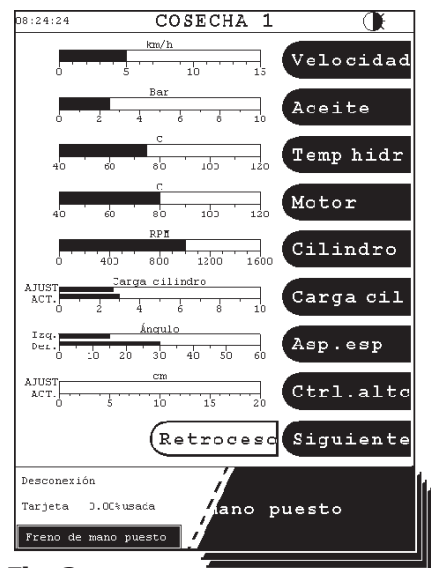

Fig. 3
**Nota:** Si presiona el área de información de la parte inferior de la pantalla, puede consultar toda la información recibida y acceder a los datos relacionados en tamaño normal - Fig. 3.